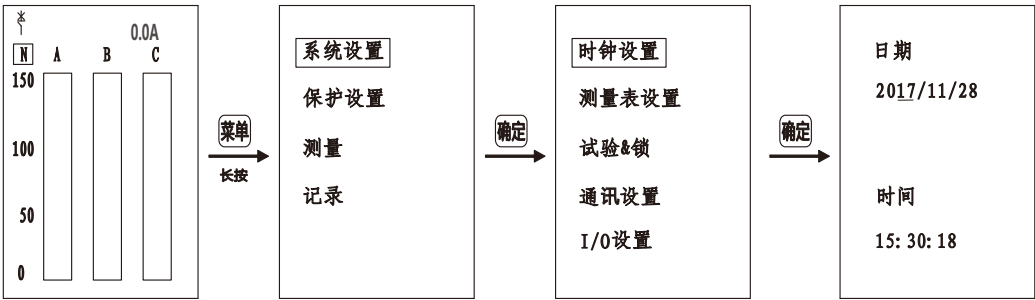

图83时钟设置步骤
② 系统设置：主界面长按“菜单”键进入主题菜单，按“确定”键进入系统设置界面，按“↑”“↓”键选择需要设置的选项，按“确定”进入选项。示例见图83（时钟设置）